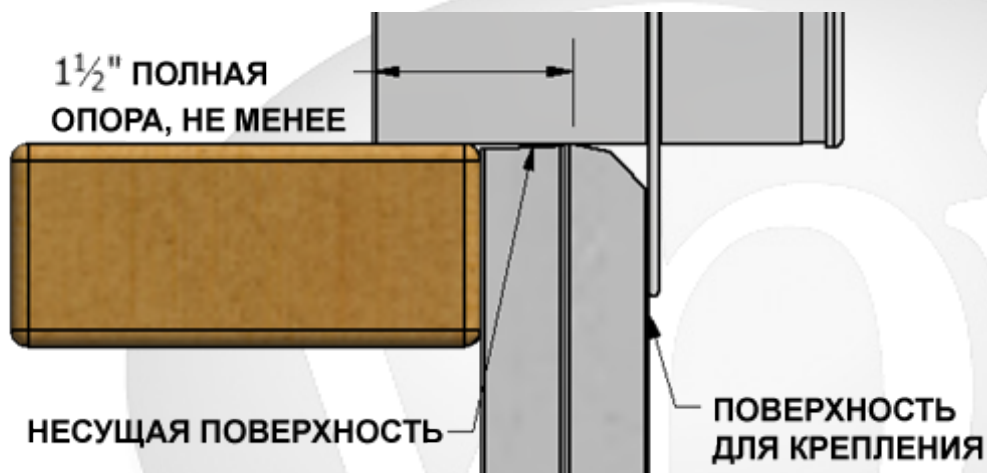

Рисунок 3. Приемлемые условия (минимальная опорная площадь)
- б) Подоконный лоток окна должен полностью поддерживаться в пределах 1 1/2" (38,1 мм) по несущей поверхности, начиная от внутреннего края рамы. (См. рисунок 3)